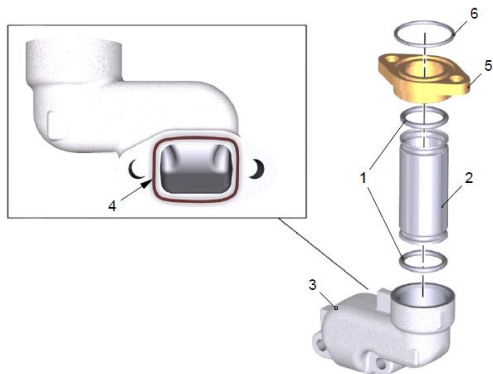
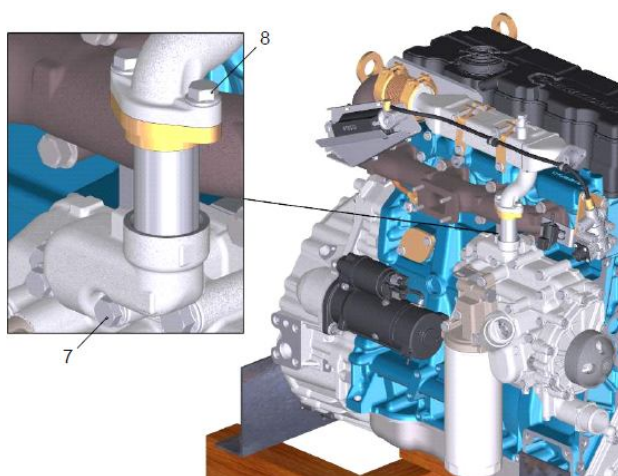

Рис. 5.
Рис. 6
1. Установить 2 уплотнительных кольца (1) рис. 5 в расточки трубы соединительной (2). Нанести герметик Анатерм-505Д непрерывным валиком Ø 2...3 мм на фланец патрубка (3) отводящего, по траектории (4) - линия нанесения герметика.
2. Подсобрать патрубок отводящий (3) охлаждающей жидкости с трубой (2) соединительной, с 2 уплотнительными кольцами (1), фланцем соединительным (5) с уплотнительным кольцом (6).
- Установить подсобранные детали на двигатель, ввернув 2 болта (7) М8-6gx40-8.8 рис. 6 в отверстия сервисного модуля и 2 болта (8) М8-6gx16-8.8 в отверстия фланца соединительного предварительно от руки. Окончательно завернуть болты (7), (8), обеспечив затяжку моментом $M_{кр}=20-25 \text{ Н}\cdot\text{м}$.
2. Зафиксировать провод «стартер-генератор» скобами крепления рис. 5 и новыми хомутами рис. 6. Хомуты после установки обрезать в размер до замка 5...10 мм.